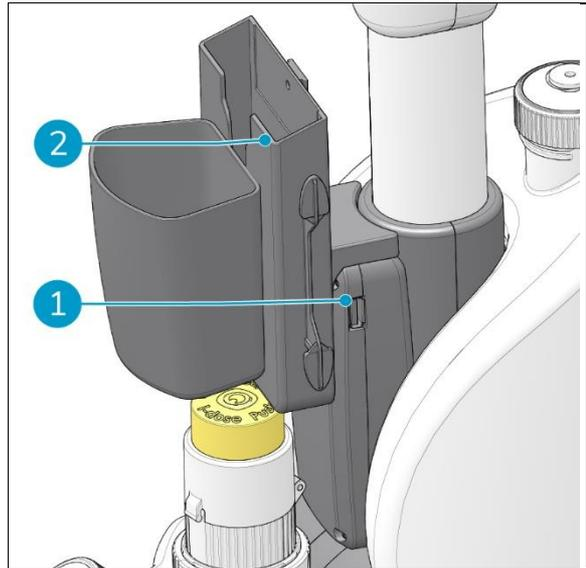

Figure 15
L'unité IOT est équipée d'un port USB (Figure 15, pos 1).
2. Placez votre téléphone portable dans le support spécialement conçu à cet effet (Figure 15, pos 2).